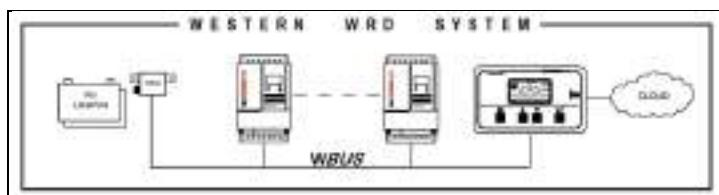

Fig. 3 Schema esemplificativo del WESTERN WRD SYSTEM
- 2) Attesa (~30 sec.) fino a che sul display scompaia l'animazione dentro l'icona di batteria (*fig. 3 - indicatore corrente di ricarica*)